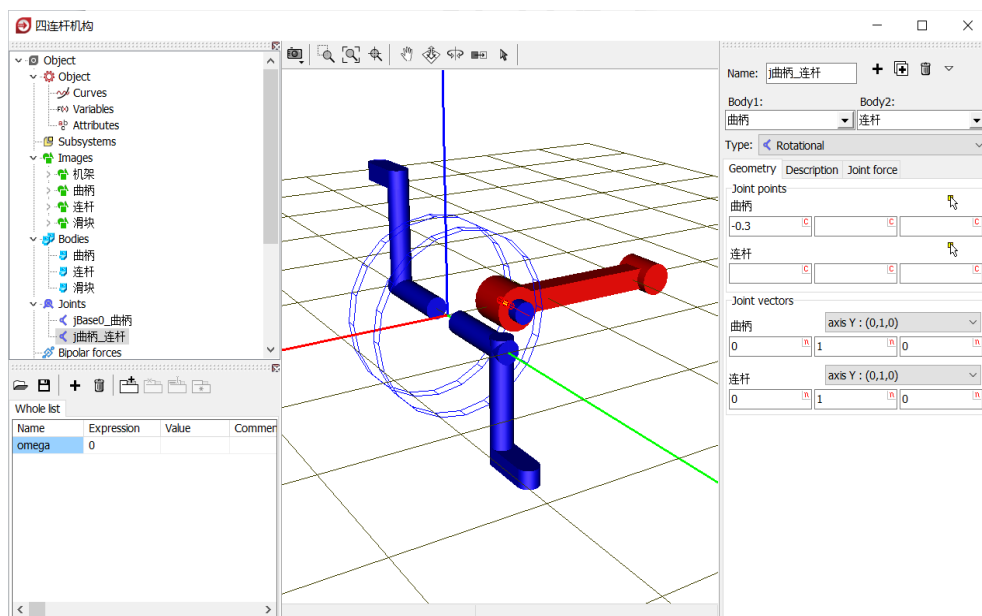

图 2-56
- 12) 创建第二个铰, **Body1** 选择曲柄, **Body2** 选择连杆, **Type** 选择 **Rotational**, **Joint points** 分别为 $(-0.3, 0, 0)$ 和 $(0, 0, 0)$, **Joint vector** 都选择 **Y** 轴, 如图 2-56。表示将连杆的原点与曲柄局部坐标系的点 $(-0.3, 0, 0)$ 重合, 连杆绕通过该点与曲柄局部坐标系 Y 轴平行的 Y' 轴可以转动, 并且连杆的 Y 轴与之平行 (重合)。